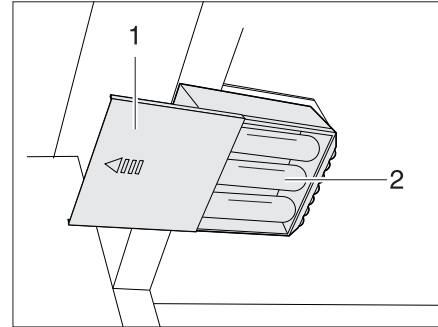

Fig. 299 Eclairage de la penderie avec DEL, compartiment à piles ouvert
- Retirer les piles (Fig. 299,2) du support de piles.
- Mettre de nouvelles piles (Fig. 299,2) de même type en place en veillant à la polarité correcte (+/-).
- Repousser le couvercle (Fig. 299,1) en place.